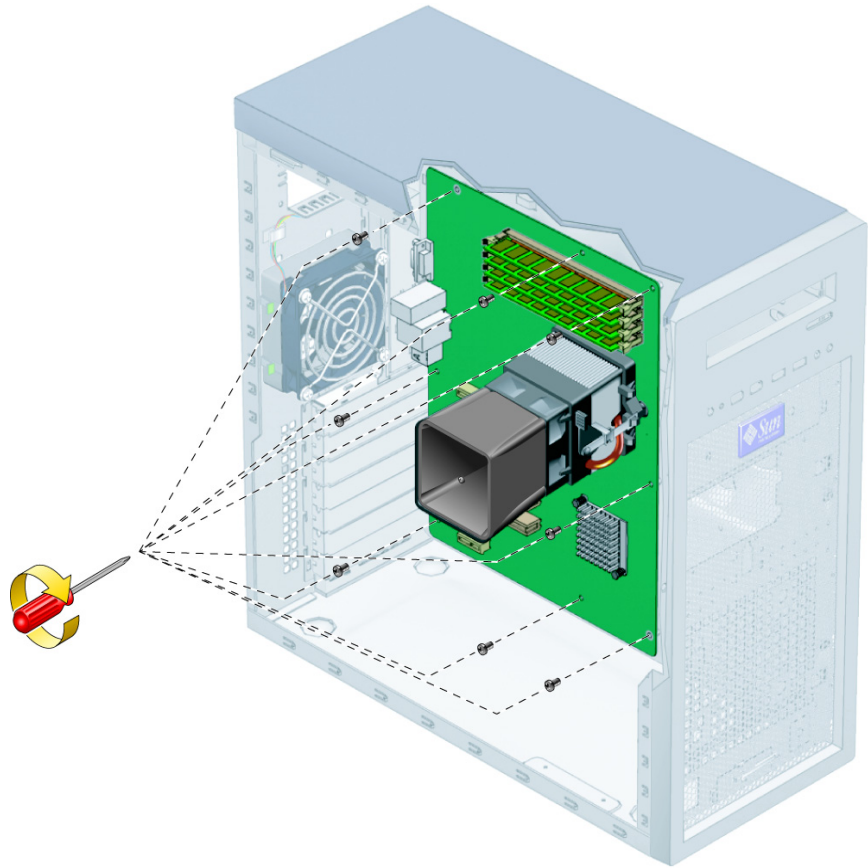

图 4-43 安装主板
3. 旋紧将主板固定到机箱中的八颗十字螺丝。将螺丝扭矩旋至 8 至 9 英寸磅（参见图 4-43）。